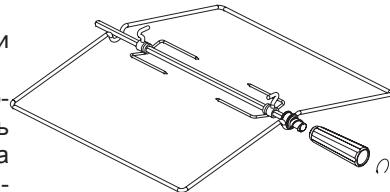

рис. 8
1. Плиты комплектуются вертеплом со съёмной рукояткой (см. рис.8). При установке и извлечении вертела необходимо использовать рукоятку, которая накручивается на резьбовую втулку.